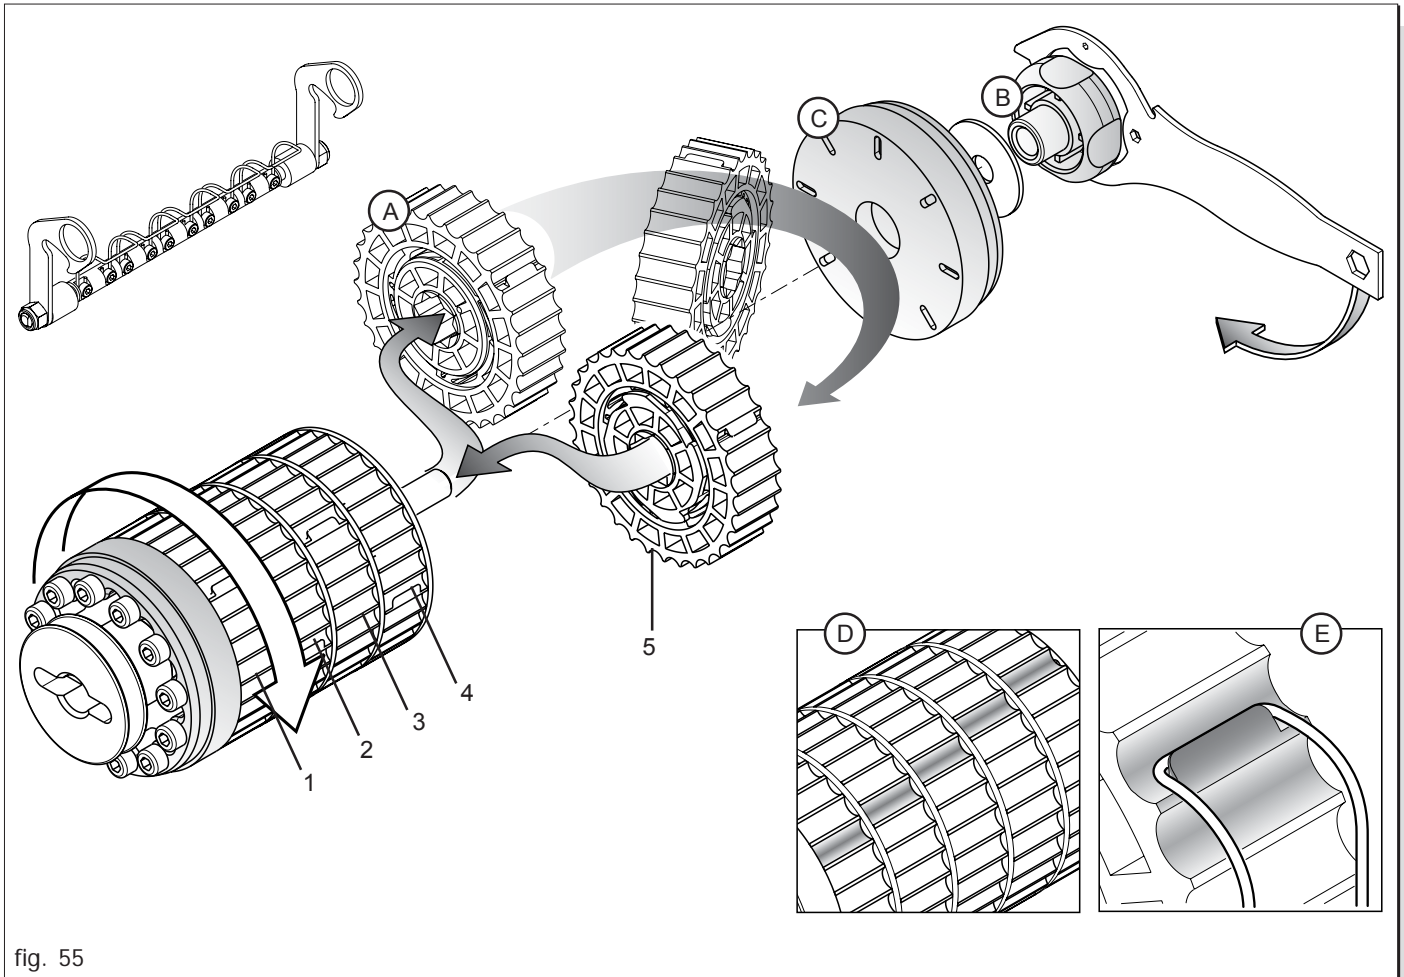

fig. 55
Premesso che ogni settore (A, Fig. 55) distribuisce il 20% di prodotto dell'intero rullo dosatore, è possibile ridurre i settori in lavoro ed aumentare rispettivamente la velocità di rotazione del cambio, ottenendo una distribuzione omogenea.
Dopo aver smontato il rullo di dosaggio dall'attrezzatura, utilizzare la chiave in dotazione per svitare il pomello (B, Fig. 55) e togliere la ghiera di bloccaggio (C). Sfilare il settore o i settori da escludere e rimontarli capovolti di 180° **rispettando le posizioni** (1-2-3-4-5, Fig. 55).
Nel rimontare i settori, fare in modo che in condizioni di lavoro quelli attivi presentino le gole dosatrici sfalsate una dall'altra (D, Fig. 55), per garantire continuità alla distribuzione.
Bloccare l'elemento pulitore nella posizione di lavoro, verificando che le molle aggancino i rispettivi settori precedentemente capovolti (E, Fig. 55) impedendone la rotazione e quindi la distribuzione.